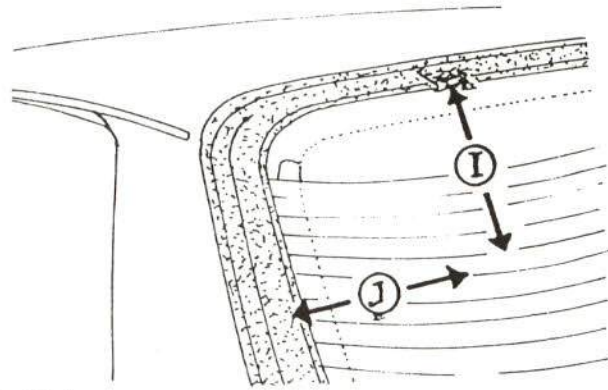

FIGURA 11.—Reglaje del cristal
- Realizar el reglaje del portón según "I" en altura y lateralmente según "J" (véase figura 11).